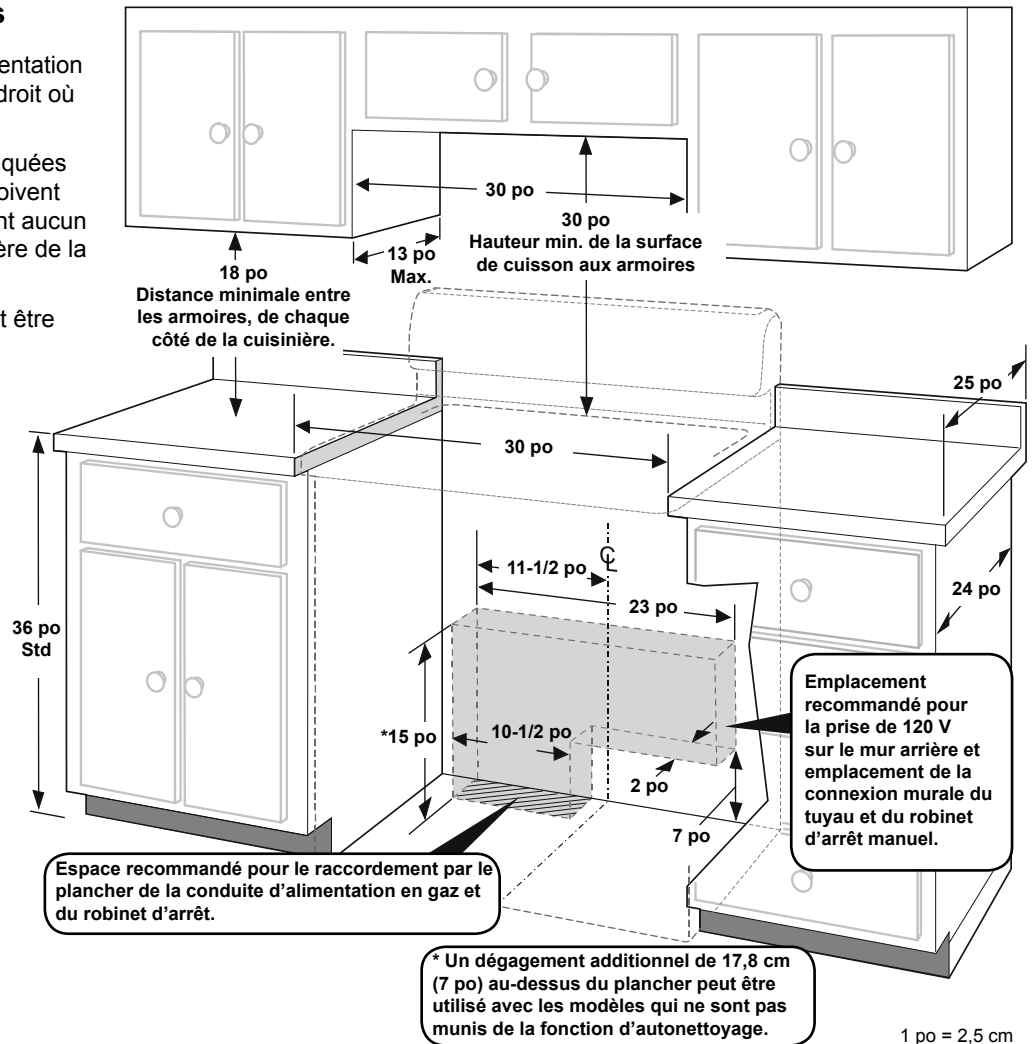

Fig. 1
- Lorsque la profondeur des armoires est supérieure à 63,5 cm (25 po), le cadre avant du four doit dépasser des armoires d'au moins 1,3 cm (1/2 po) (voir fig. 1).